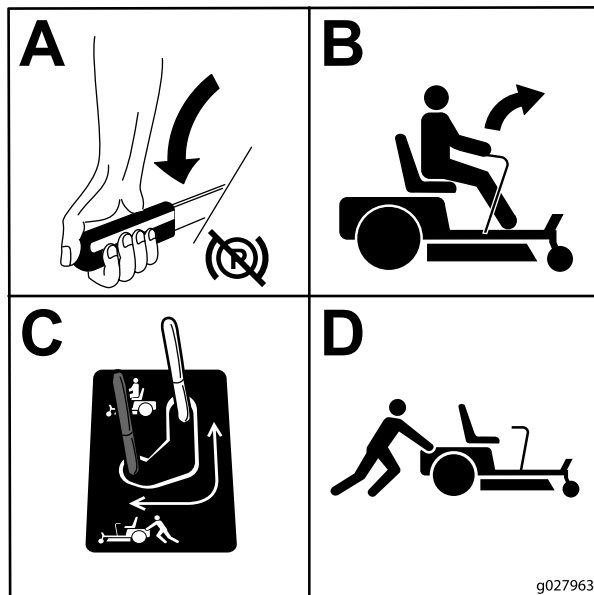

Figura 28
3. Para empujar la máquina, mueva las palancas de desvío hacia atrás y hacia fuera para bloquearlas en esa posición (Figura 28).
5. Para conducir la máquina, mueva las palancas de desvío a la posición DELANTERA (Figura 28).